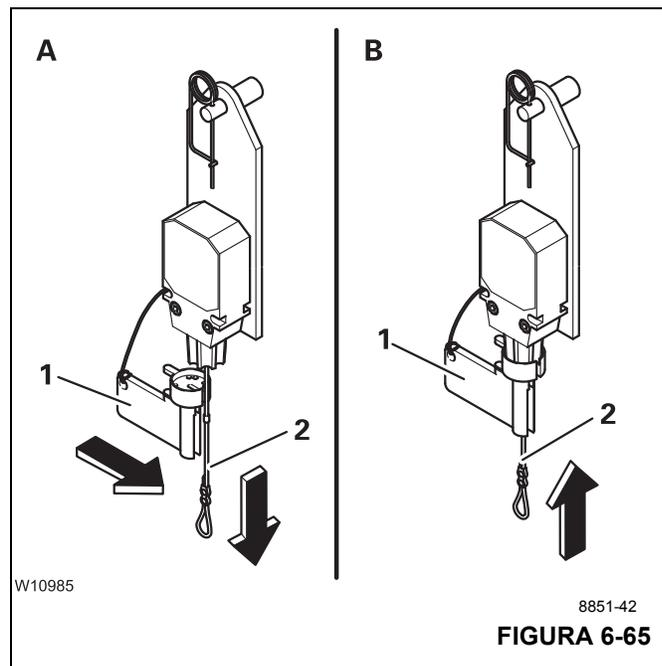

FIGURA 6-65
- (A, Figura 6-65) – Retire la tapa (1).
- Tire el cable hacia abajo (2); el interruptor de prevención del contacto entre bloques se activa.
- (B) – Asegure el cable (2) en esta posición utilizando la tapa (1).